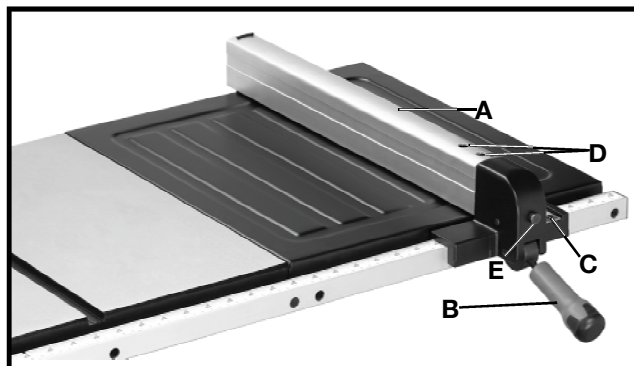

Fig. 40
1. Pour déplacer le guide longitudinal (A) fig. 40, le long de la table, relever le levier de blocage du guide (B), glisser le guide sur la table à l'endroit souhaité, puis abaisser le levier de blocage du guide (B) pour le bloquer dans cette position.
2. Un pointeur est fourni pour indiquer la distance entre le guide et la lame de la scie. Si le pointeur nécessite un réglage, desserrer la vis (C) fig. 40, qui fixe le pointeur au support du guide et le régler selon le besoin. Puis resserrer la vis (C).
7. Desserrer les deux vis (D) fig. 40, relever le levier de blocage (B). Puis tenir le support du guide bien fermement vers l'avant de la scie et déplacer l'arrière du guide (A) jusqu'à ce qu'il soit parallèle à la rainure du guide d'onglet. Puis serrer deux vis (D) puis abaisser le levier de blocage (B).
8. Régler le serrage du guide (A) fig. 40, en relevant le levier de blocage (B) et en tournant la vis (E) en sens horaire pour augmenter ou dans le sens antihoraire pour réduire le serrage du guide.